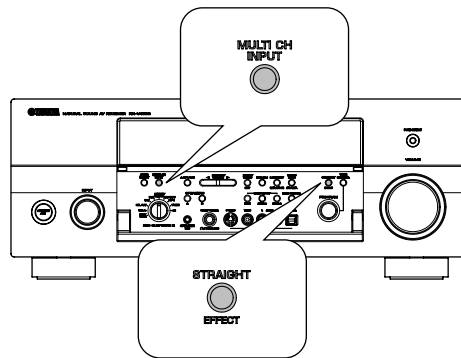

Fig. 7
g. While pressing the "MULTI CH INPUT" key of the main unit, press the "STRAIGHT/EFFECT" key. (Fig. 7)
Immediately after releasing above two keys ("MULTI CH INPUT" key and "STRAIGHT/EFFECT" key), press and hold the "MULTI CH INPUT" key until "232C BOOT xxxx" is displayed. (Fig. 7)
g. 本体の“MULTI CH INPUT”キーを押しながら“STRAIGHT/EFFECT”キーを押します。(Fig. 7)
2つのキー(“MULTI CH INPUT”キー、“STRAIGHT/EFFECT”キー)を離してすぐに、“MULTI CH INPUT”キーを押し、ディスプレイに“232C BOOT xxxx”と表示されるまで押しつづけます。(Fig. 7)